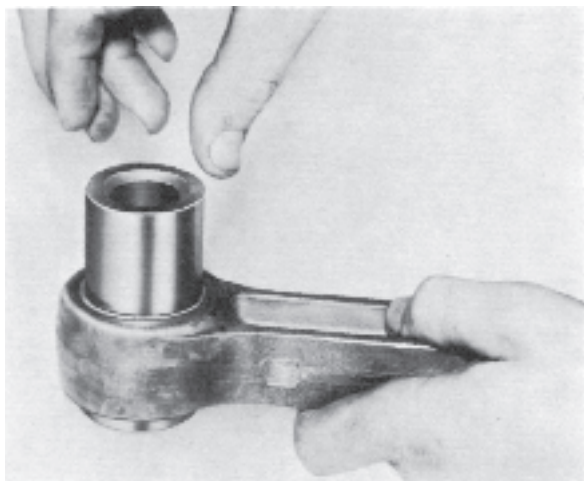

Fig. 27. Kolv tappens passning
6. Brotscha eller diamantborra bussningen till noggrant löpande passning. Vid rätt passning skall kolvtappen glida genom bussningen av egen tyngd utan att kännbart glapp finns. Fig. 27.